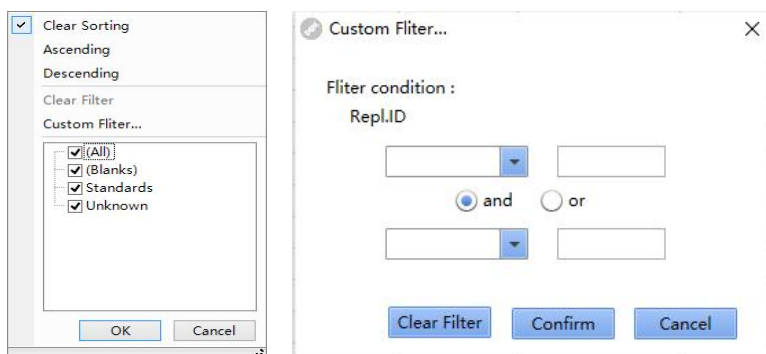

Fig 4-8
- ▶ **Filtrare:** Faceți clic pe  pictograma de pe antetul unei coloane, puteți filtra datele selectând datele din date lista (Fig 4-8). Faceți clic pe **Filtrare personalizată** pentru a efectua filtrarea avansată pe această coloană (Fig 4-8).